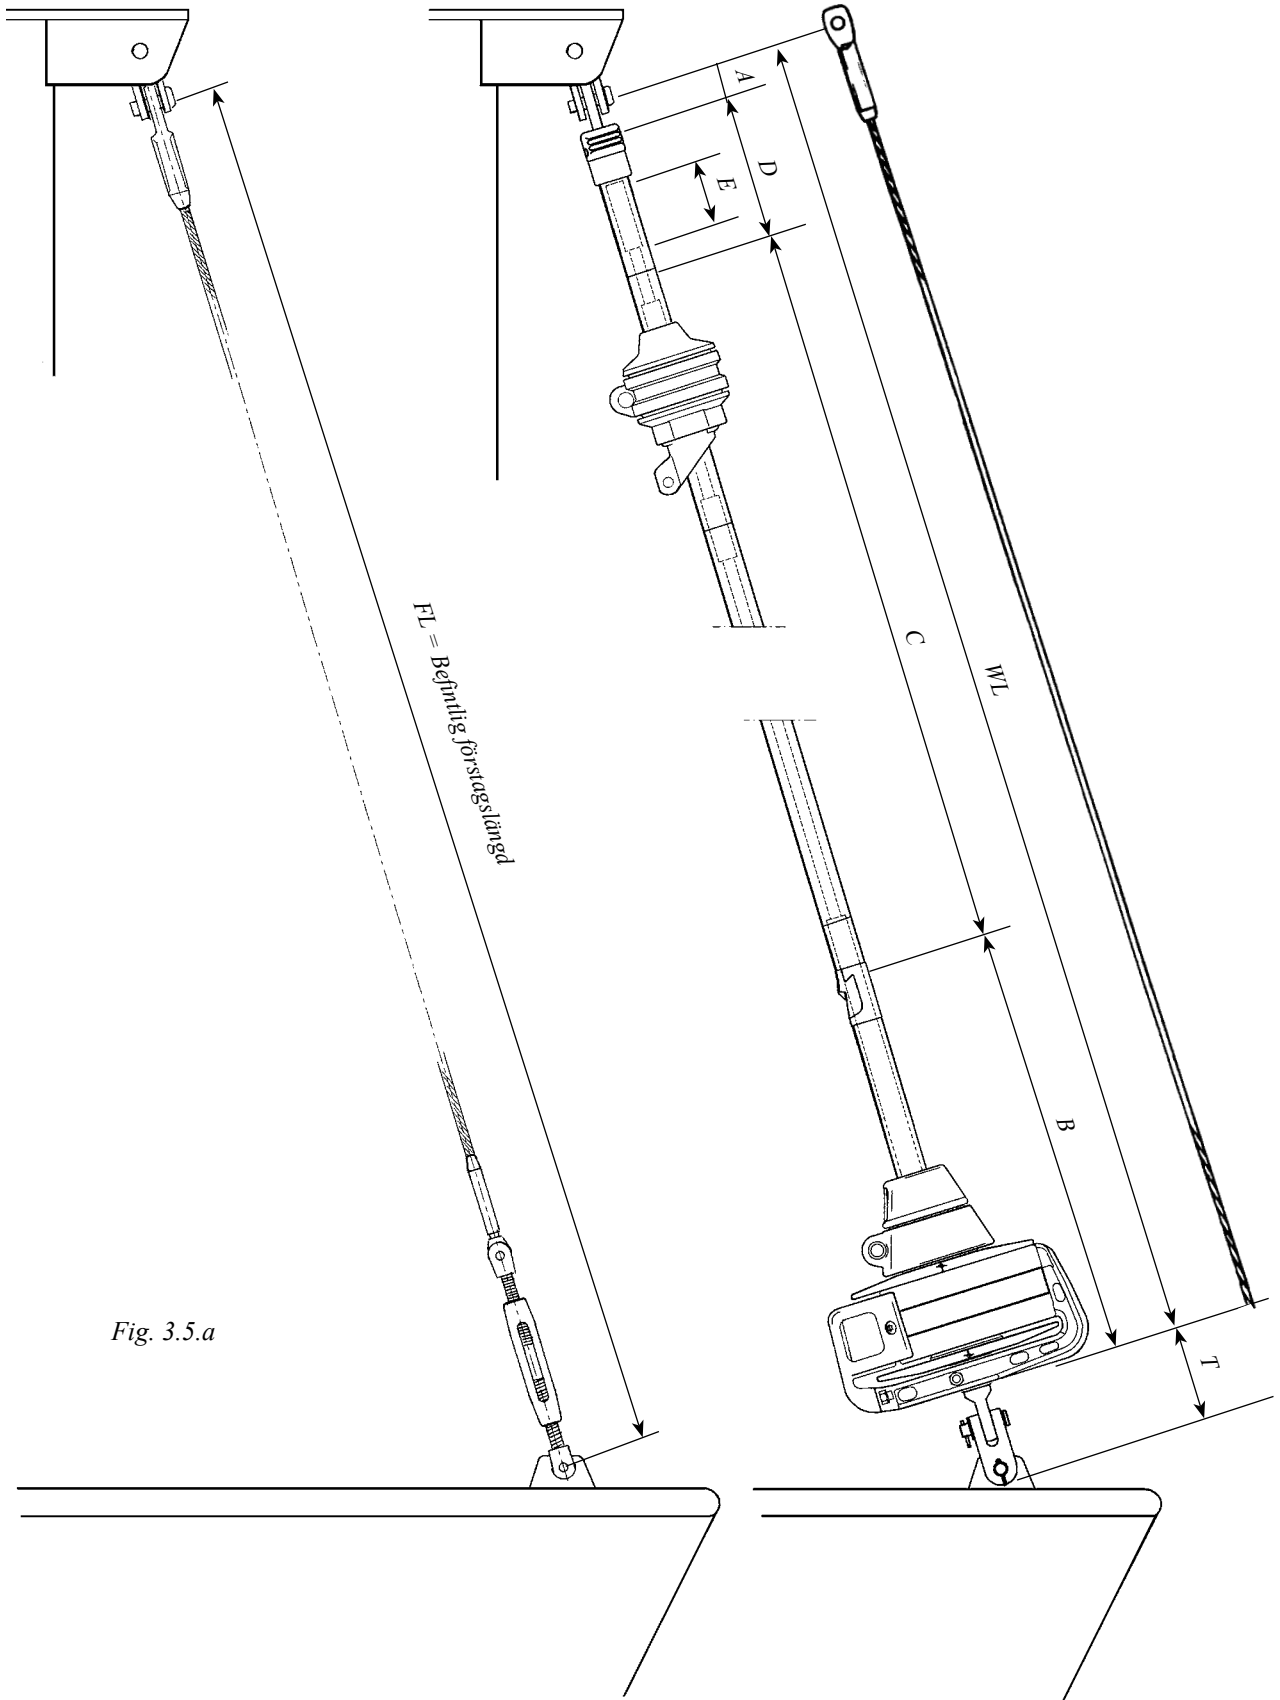

Fig. 3.5.a
| FL | Befintlig förstagslängd utan förspänning (FL) inkl. ev. vantskruv (Se fig. 3.5.a) | | 9.675 |
16. Kontrollera staglängden FL enligt ”**Beräkningstabell 1**” (3.5.1) & fig. 3.5.a Om Furlex-vantskruv används, kontrollera att inställningen är densamma som valt H-mått i beräkningstabellen.